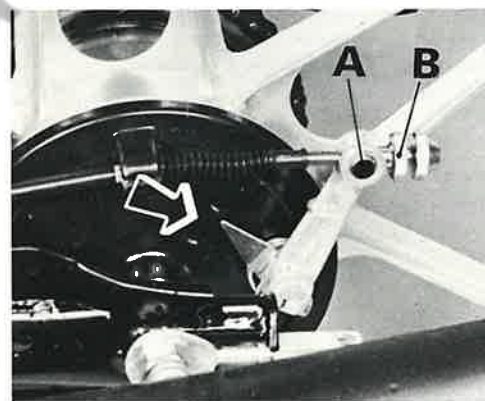

Fig. 38 - Indicatore consumo freni
- allentare la ghiera B Fig. 38.
- Spingere in avanti la leva freno posteriore e sfilare la trasmissione dal disco portaceppi dopo che sfilare il barilotto (A Fig. 38) dalla leva in modo da liberare la ruota dalla trasmissione freno;
Per controllare il grado di usura del freno posteriore guardare l'indicatore di consumo sul disco portaceppi posteriore (Fig. 38); quando l'indicatore arriva in corrispondenza del bollino rosso, sostituire i ceppi freno.